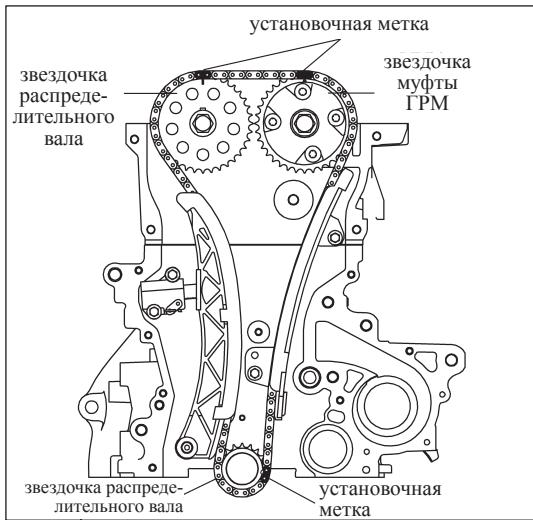
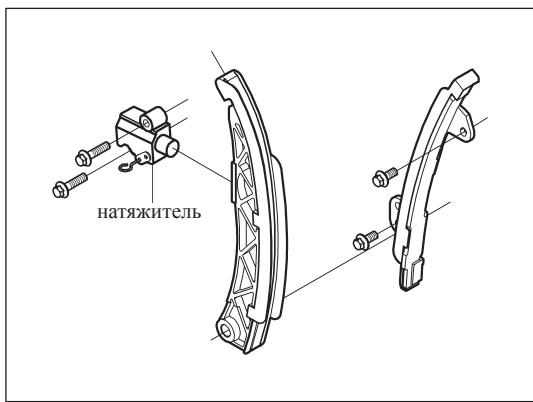

Рис. 12-4-10. Установка цепи
Рис. 12-4-11. Установка натяжителя
(3) Установка цепи
- » При установке цепи следует совместить три ее установочные метки с соответствующими установочными метками на звездочке распределительного вала выпускных клапанов, звездочке муфты VVT-i и звездочке коленчатого вала, как изображено на рис. 12-4-10.
(4) Установка натяжителя
- » На рис. 12-4-11 показана система газораспределения после установки.